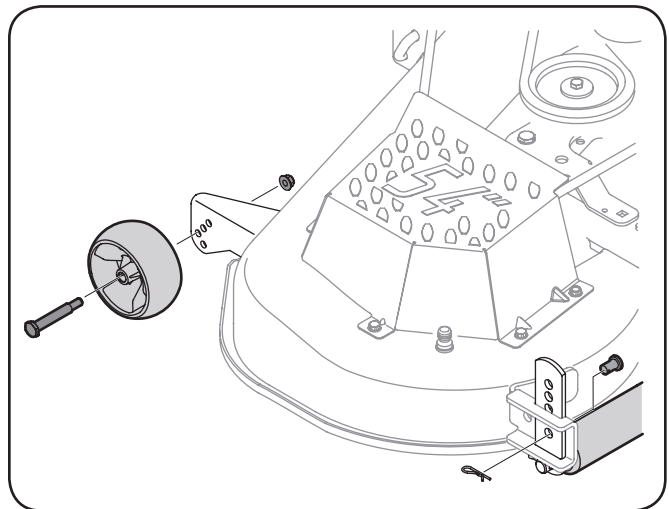

Figure 3-4
- b. Démontez les roues de guidage avant et arrière (en option) en enlevant les écrous de blocage et les vis à épaulement qui les retiennent sur le plateau de coupe. Voir la Figure 3-4.
- e. Enlevez les axes de chape et les goupilles épingles des supports de gauche et de droite du rouleau de plateau de coupe. Voir la Fig. 3-4.